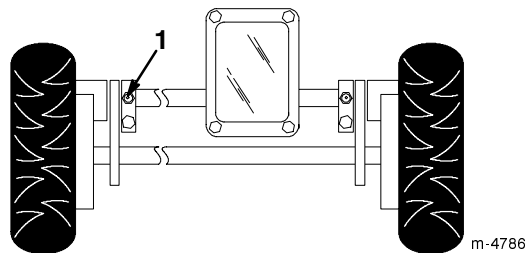

Figure 23
- Essuyez les graisseurs à l'aide d'un chiffon propre (Fig. 23).